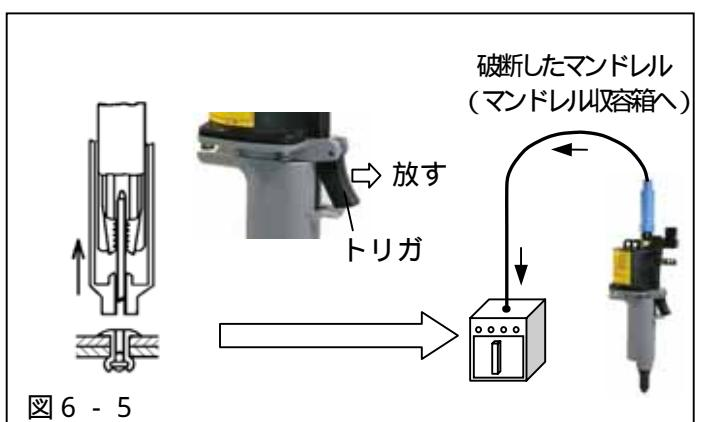

図6-5
(3) リベットツールを母材から離した後、トリガーを放してください。(図6-5)